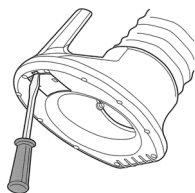

Fig. 6
- ④ ドリル (Φ7.5)
- ⑤ スパナ (13mm)
1) マイナスドライバーを使用して、フード吸引側のカバーを取外してください。(Fig. 6)